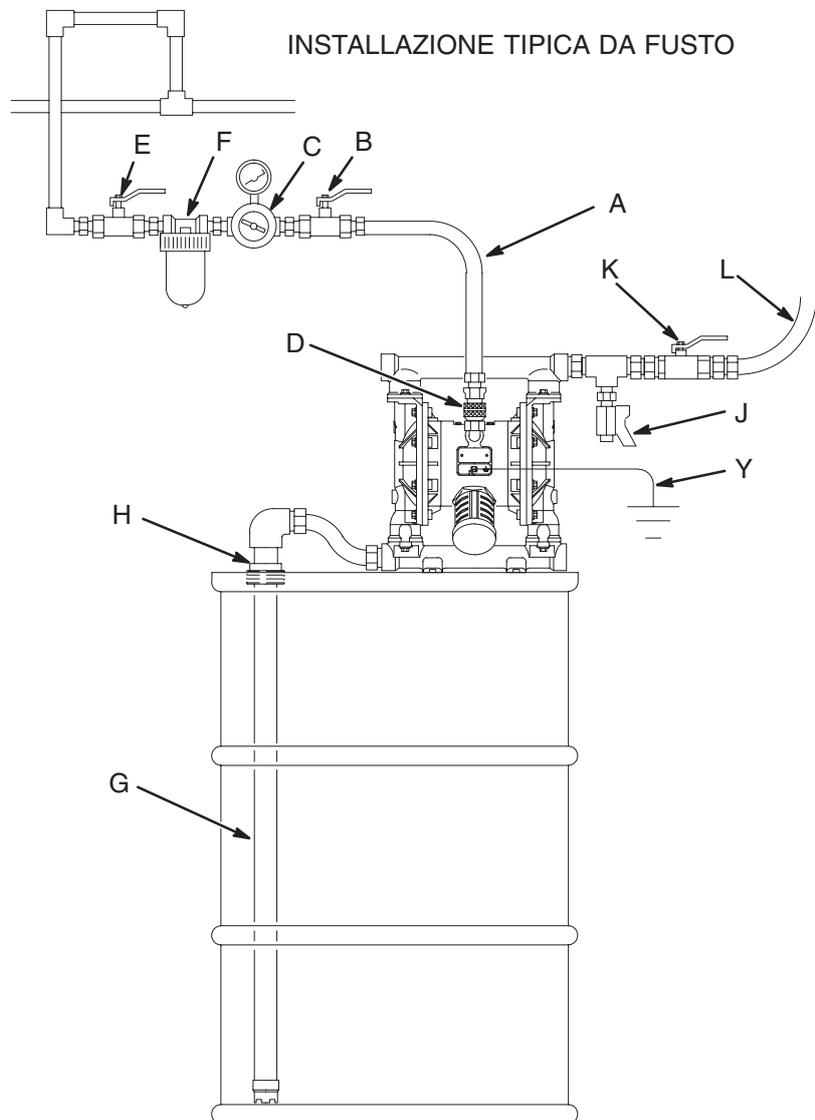

Fig. 2
- L'installazione tipica mostrata nelle figure 2–4 rappresentano solo una guida per la selezione e l'installazione dei vari componenti del sistema. Contattare il distributore Graco per l'assistenza tecnica Graco per progettare un sistema adatto alle proprie necessità.
1. Installare gli accessori della linea aria come illustrato nelle Fig. 2–4 a pagina 6 e 8. Montare questi accessori sulla parete o su una staffa. Assicurarsi che la linea aria che rifornisce gli accessori sia collegata a terra.
- a. Installare un regolatore d'aria (C) ed un manometro per controllare la pressione del fluido. La pressione del fluido in uscita sarà uguale all'impostazione del regolatore dell'aria.
- b. Individuare una valvola di sfiato principale del tipo a spurgo (B), vicino alla pompa ed utilizzarla per eliminare l'aria bloccata. Vedere la sezione precedente **PERICOLO**. Individuare l'altra valvola di sfiato principale (E) a monte di tutti gli accessori della linea aria ed utilizzarla per isolarle durante la pulizia e la riparazione.
- c. Il filtro della linea aria (F) elimina la sporcizia e l'umidità dell'aria compressa alimentata.
#### LEGENDA PER LA FIG. 2